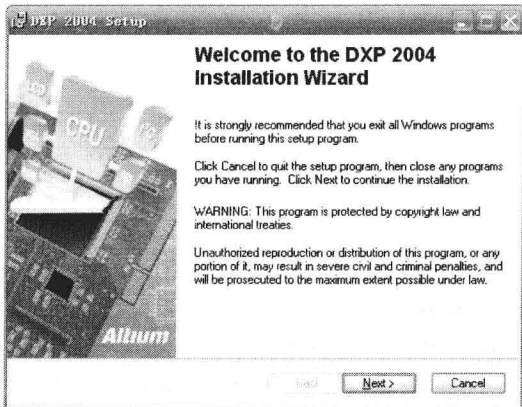

图 1-1 安装向导欢迎窗口
(1) 打开安装目录文件夹, 双击“Setup.exe”文件, 系统将弹出安装向导欢迎窗口, 如图 1-1 所示。